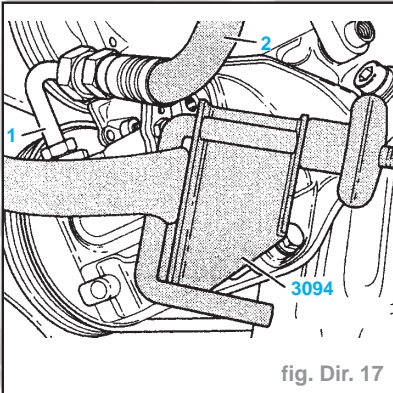

fig. Dir. 17
- Étrangler le flexible de la pompe à ailette à l'aide d'une pince pour flexibles 3094 (fig. Dir. 17).